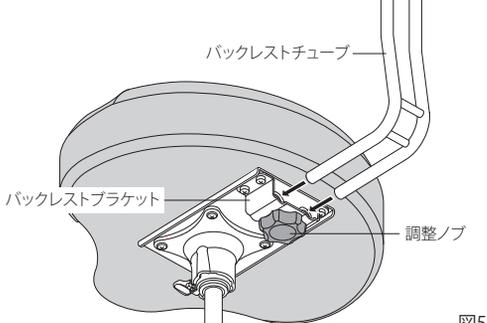

図5
バックレストの取り付け (D-3500BR) (図 5, 6)
1. シートの裏側にあるバックレストブラケットの調整ノブをゆるめてバックレストチューブを差し込みます (図.5)。